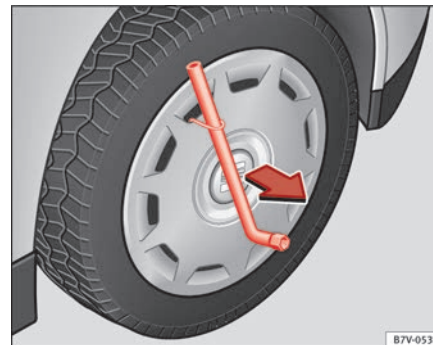

Abb. 179 Radvollblende abziehen.
- Radschlüssel durch den Drahtbügel schieben ⇒ Abb. 179 und die Radvollblende in Pfeilrichtung abziehen.